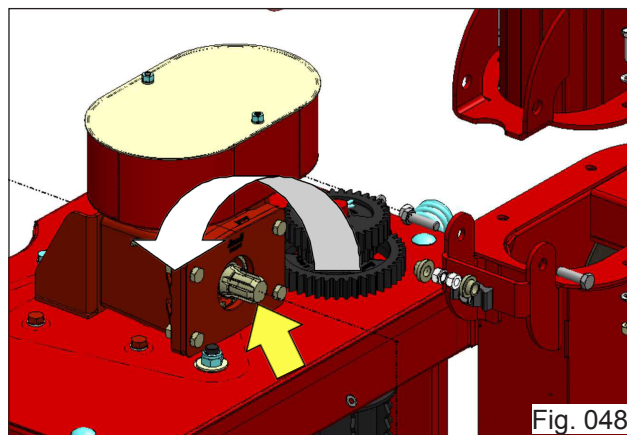

Fig. 048
- Com a Chave de inversão, gire o Eixo extriado da Caixa de alimentação no sentido anti-horário (sentido contrário ao de trabalho) (Fig. 048);
- With the key reversal, turn the shaft extriado Box power in anti-clockwise direction (opposite to the working direction) (Fig. 048);